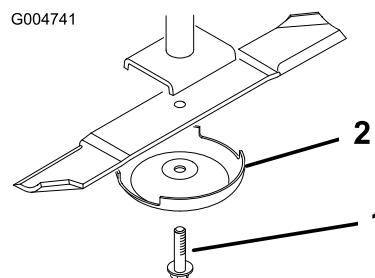

Figura 129
3. Togliete il bullone, la coppa antistrappo e la lama dall'asse del fusello (Figura 129).